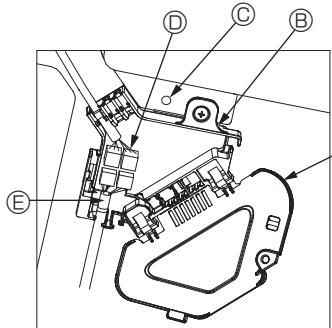
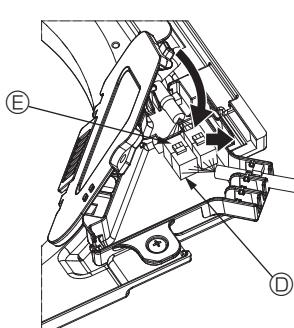

Fig. 10-8
Fig. 10-9
- ① Fjern den skrue, der holder el-boksens afdækning fast, og åbn afdækningen.
- ② Forbind ventilatorvingemotorens tilslutningsledningsstik og panelventilatormotorens ledningsstik i el-boksen. (Fig. 10-8)
- ③ Luk el-boksens afdækning.
- Når el-boksens afdækning lukkes, skal afdækningen skubbes i pilens retning; kontrollér, at fremspringet er sat helt ind. (Fig. 10-9)